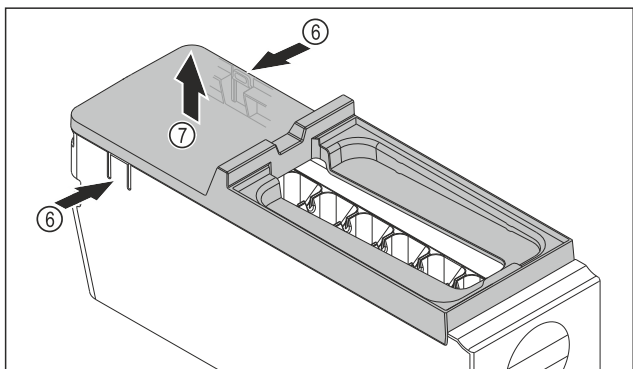

Fig. 137
- ▶ Снимите крышку корпуса EasyTwist-Ice: Надавите рукой на накладки Fig. 137 (6) с обеих сторон корпуса EasyTwist-Ice.
- ▶ Другой рукой снимите крышку Fig. 137 (7) по направлению вверх.